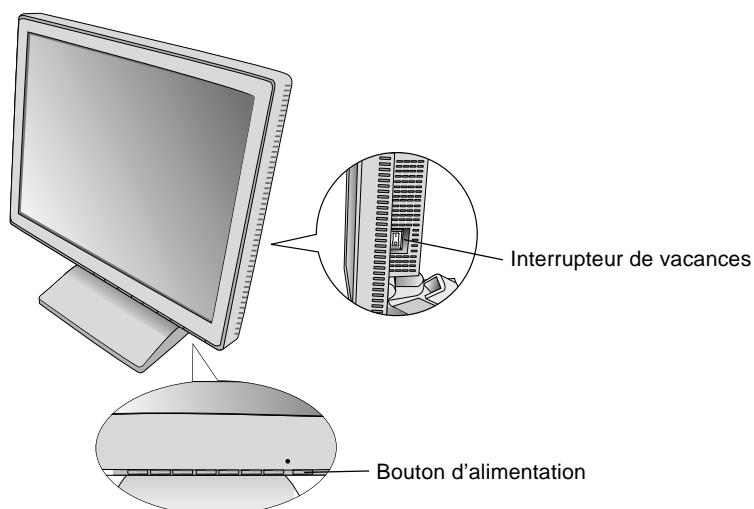

Figure D.1
6. L'interrupteur de vacances sur le côté droit du moniteur doit être mis (**Figure D.1**) en marche. Allumez le moniteur avec le bouton d'alimentation et l'ordinateur.